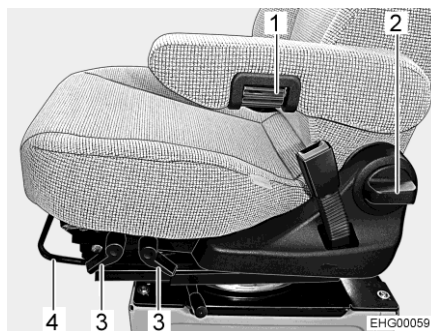

Fig. 14 Réglage des sièges
- Tirer l'étrier (Fig. 14,4) vers le haut.
- Tirer le levier correspondant (Fig. 14,3) vers le haut.
- Tourner la poignée (Fig. 14,2).
- Faire tourner la roulette moletée (Fig. 14,1) pour le réglage de précision. L'accoudoir s'incline vers le haut ou le bas suivant le sens de rotation.